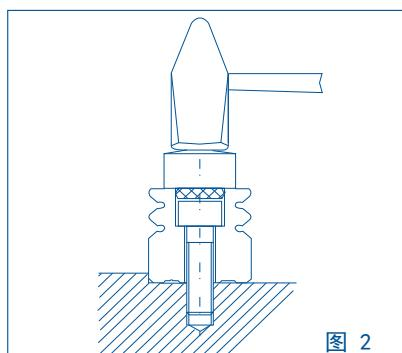

图 2
- 3) 用塑料螺孔帽将导轨安装孔堵上，使安装孔面与导轨顶面成同一平面，可防止杂物混入滑块内。螺孔帽安装方法如图2所示。通过一个扁平夹具，用塑料锤一点点地将螺孔帽敲入安装孔，直到与导轨顶面成一平面为止。